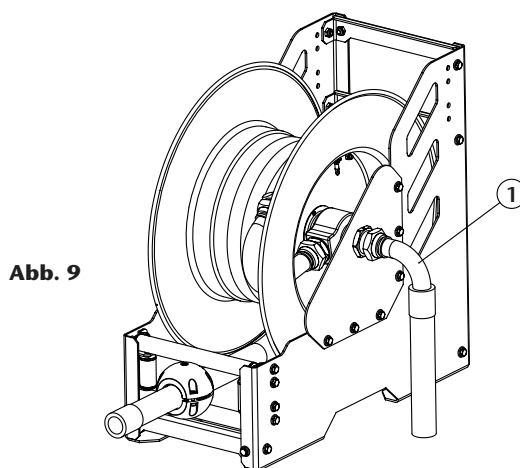

Abb. 9
1. Trennen Sie den Schlauch des Einlassschachts (1) (Abb. 9).